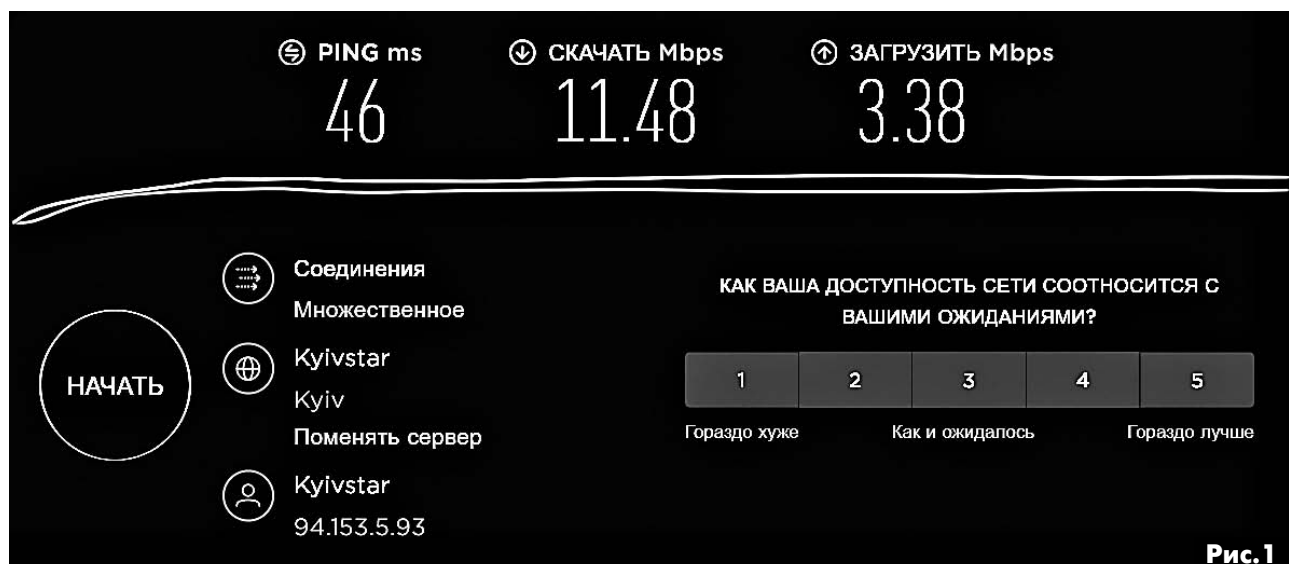

Рис. 1
5G використовує новий масштабований радіоінтерфейс на основі LTE під назвою New Radio (NR) – буквально «нове радіо» та новий протокол, які призначені для підтримки широкого спектру сценаріїв застосування та передбачає перехід у більш високу область частот. Необхідність такого переходу пов'язана із двома моментами. Перша очевидна – у виділеному для потреб стільникового зв'язку ділянці частотного спектра вже немає місця. Це добре помітно в умовах щільної забудови з великою кількістю абонентів мережі. У таких умовах говорити про те, що 4G мережа забезпечує швидкість завантаження даних до 100 Мбіт/с та передачі до 90 Мбіт/с, як обіцяє, наприклад, Київстар, навіть мова не повертається. Щоб не бути голослівним на **рис. 1** представлений скріншот щойно виконаного популярного тесту.